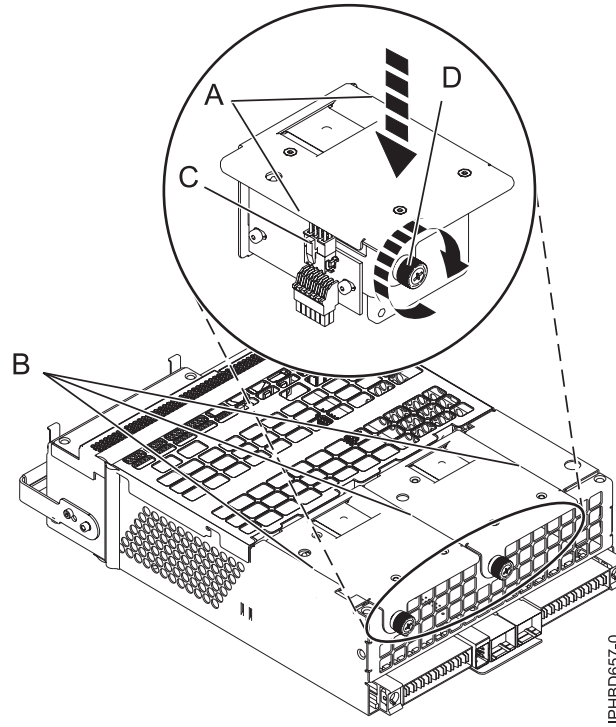

Figure 15. Remplacement d'un ventilateur
- b. Appuyez sur le ventilateur (A) pour l'insérer dans son connecteur dans le bloc, comme illustré à la figure 15, à la page 19.
- c. Serrez la vis moletée (**D**) comme illustré à la figure 15.